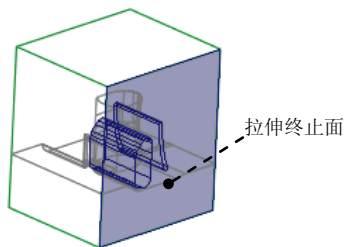
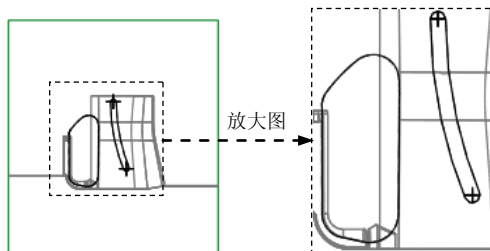

图 17.19 创建拉伸曲面
图 17.20 截面草图
Step3. 通过拉伸的方法创建图 17.19 所示的曲面。
(1) 单击 **分型面** 功能选项卡 **形状** 区域中的 按钮，此时系统弹出“拉伸”操控板。
(2) 定义草绘截面放置属性。右击，选择菜单中的 **定义内部草绘...** 命令；选择 MOLD_FRONT 基准平面为草绘平面，然后选取 MOLD_RIGHT 基准平面为参考平面，方向为 **右**。然后单击 **草绘** 按钮。
(3) 进入草绘环境后，利用“投影”命令绘制图 17.20 所示的截面草图。单击“草绘”操控板中的“确定”按钮 。
(4) 设置深度选项。
① 在操控板中选取深度类型 （到选定的）。
② 将模型调整到合适的视图方位，选取图 17.19 所示的坯料表面为拉伸终止面。
③ 在操控板中单击 **选项** 按钮，在“选项”界面中选中 ☒ 封闭端 复选框。
(5) 在操控板中单击 按钮，完成特征的创建。
(6) 在“分型面”选项卡中单击“确定”按钮 ，完成分型面的创建。